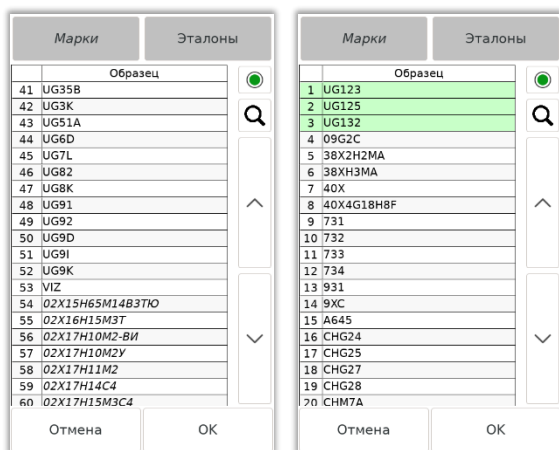

Рисунок 38 Окно выбора калибровочных образцов
5.8.6.2. Выбор образцов для калибровки (Рисунок 38).